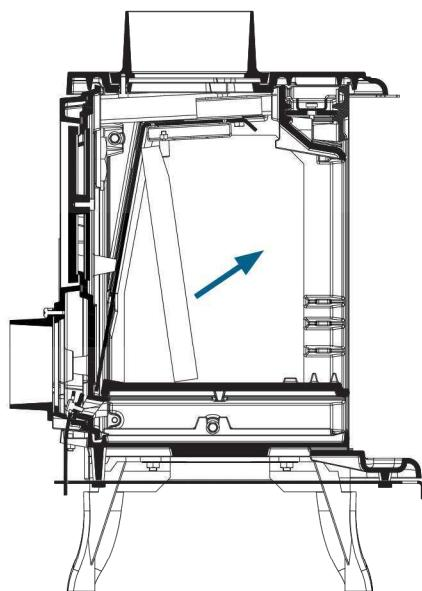

Figure 6a
- Retirer la brique arrière (fig. 6a)